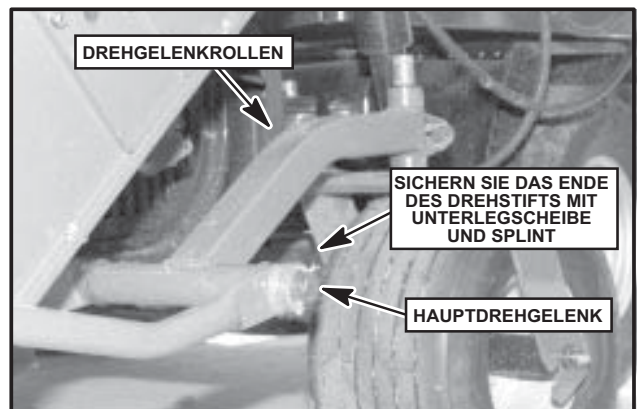

Abbildung 18
4. Das Führungsrohr und die Drehrollen sind am Hauptdrehgelenk befestigt (siehe Abb. 18). Der Stift ist bereits in das Führungsrohr und die Drehrollen eingesetzt, wird jedoch ohne Unterlegscheibe und Splint geliefert.
5. Drücken Sie den Drehstift von der Fahrzeugseite aus durch alle Buchsen, mit denen die Drehrollen und Führungsrohr am Hauptdrehgelenk befestigt sind. Sichern Sie die Verbindung mit einer (1) großen Unterlegscheibe (Teilenummer 832479) und einem (1) Splint (Teilenummer 325109).